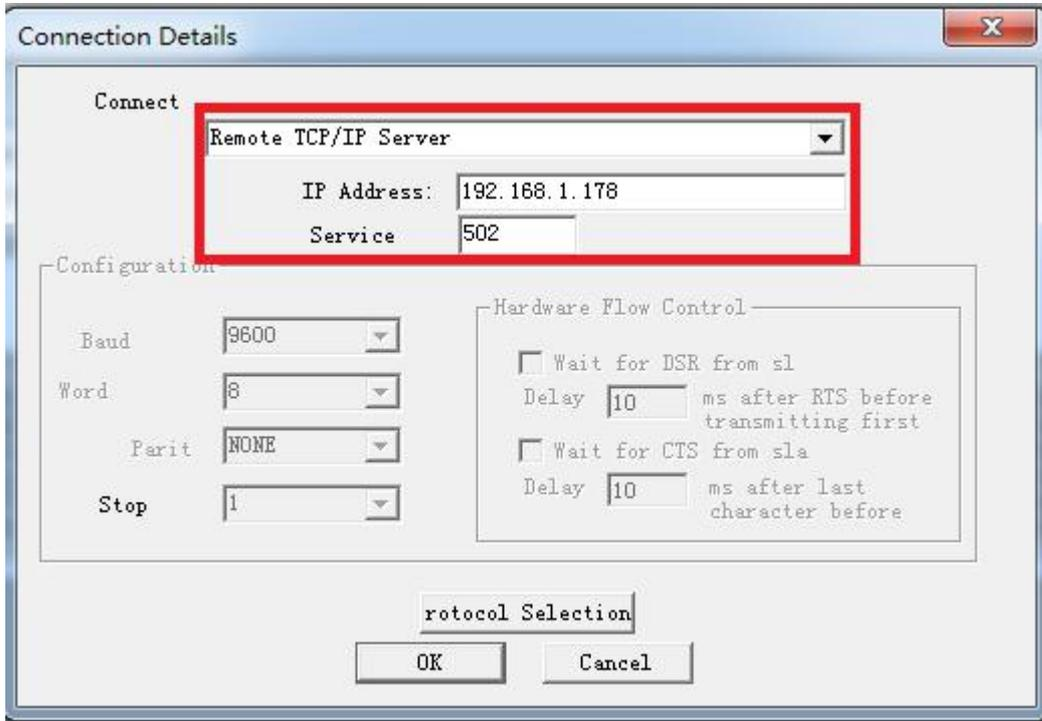

图 1
2. 选择菜单 Connection/Connect, 选择 Remote TCP/IP Server, 输入 RVNet-DVP 的 IP 地址, Service 端口为 502; 点击[OK]按钮, 如图 1 所示。